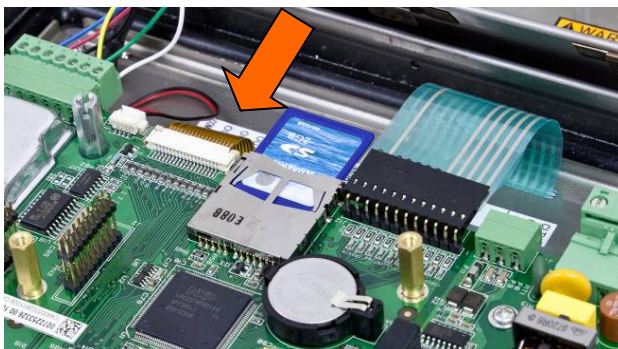

Figure 5-14: Insertion de la carte Mémoire SD
1. Mettez hors tension le terminal et insérez la carte mémoire SD si elle n'est pas déjà installée. Reportez-vous à la Figure 5-14 pour l'emplacement de la carte mémoire SD.
1. Mettez le terminal hors tension et insérez la carte mémoire SD en copiant le fichier 246A0nn.hex vers le logement de la carte mémoire SD de la carte principale. Reportez-vous à la Figure 5-14 pour l'emplacement de la carte mémoire SD.